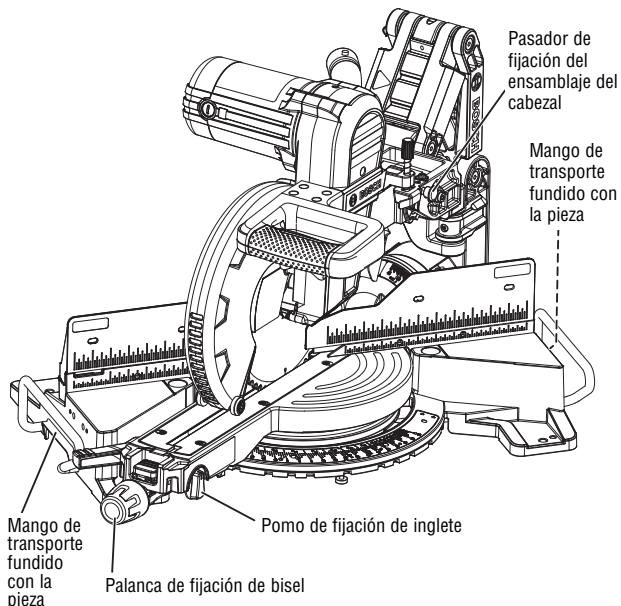

Figura 27
- **Levante esta sierra SOLAMENTE por los mangos de transporte fundidos con la pieza ubicados a cada lado de la parte inferior de la base** (vea la figura 27).
4. Deslice el ensamblaje del cabezal completamente hasta la parte delantera y acople el pomo de fijación de los rieles de deslizamiento apretando dicho pomo hacia la derecha (en el sentido de las agujas del reloj) (figura 27).
5. Asegúrese de que cada extensión de la base deslizante esté en la posición cerrada y bloqueada (figura 27).